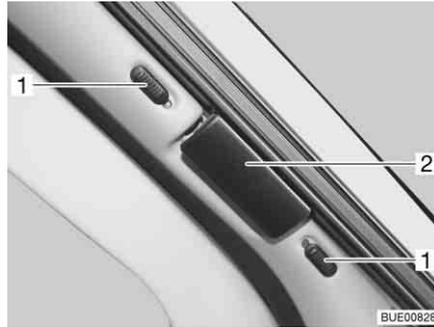
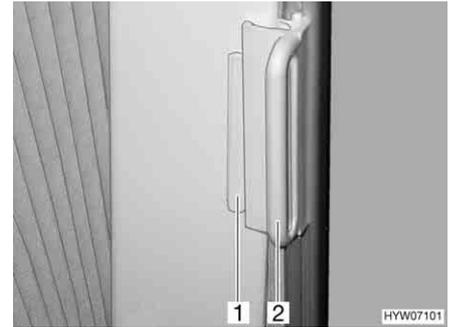

Bild 63 Faltverdunklung für die Frontscheibe
Bild 64 Faltverdunklung für Fahrerfenster und Beifahrerfenster
- An der Faltverdunklung für die Frontscheibe die Verriegelungsknöpfe (Bild 63,1) nach oben bzw. nach unten schieben. Wenn der rote Punkt sichtbar ist, ist die Verriegelung offen.
- Die Faltverdunklungen am Griff (Bild 63,2 und Bild 64,2) fassen und vorsichtig zuziehen, bis der Magnetverschluss die Faltverdunklung geschlossen hält.
- An der Faltverdunklung für das Fahrerfenster und das Beifahrerfenster den Griff (Bild 64,2) auf den Aufsatz (Bild 64,1) schieben. Die Faltverdunklung ist gesichert.